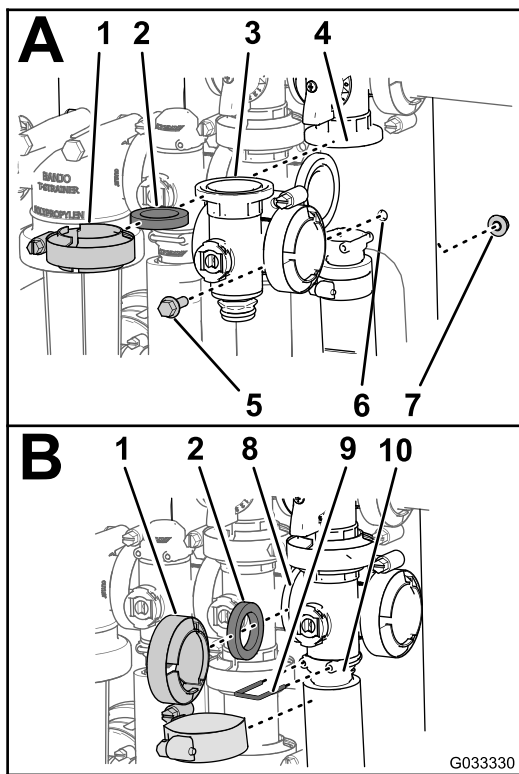

Bild 77
1. Fluchten Sie den Flansch des Hauptausleger-Ventilverteilers, eine Dichtung und den Flansch des Hauptausleger-Sicherheitsventils aus (A in Bild 77).
- Montieren Sie den Hauptausleger-Verteilventiler, eine Dichtung und das Hauptausleger-Sicherheitsventil mit einer Klemme und ziehen sie mit der Hand an (A in Bild 77).
- Fluchten Sie den Flansch des Hauptausleger-Verteilventilers, eine Dichtung und den Rührwerkventilverteiler aus (B in Bild 77).
- Montieren Sie den Hauptausleger-Verteilventiler, die Dichtung und den Rührwerkventilverteiler mit einer Klemme und ziehen sie mit der Hand an (B in Bild 77).
- Fluchten Sie den Flansch des Hauptausleger-Verteilventilers, eine Dichtung und das Gehäuse des Hauptauslegers aus (B in Bild 77).
- Montieren Sie den Verteiler des Hauptausleger-ventils und die Fassung mit einer Klemme und ziehen sie mit der Hand an (B in Bild 77).
- Stecken Sie einen Halter in das Auslaufanschlussstück, um das Endkappen-Anschlussstück am Auslaufanschlussstück zu befestigen (B in Bild 77).